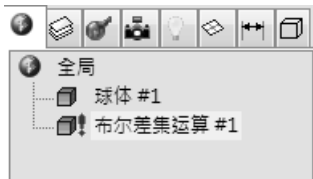

图 2-66 错误提示
3) 此时可见全局浏览器中“布尔差集运算#1”这个对象前呈现图标, 提示该步骤出现问题，需要修正，如图 2-66 所示。